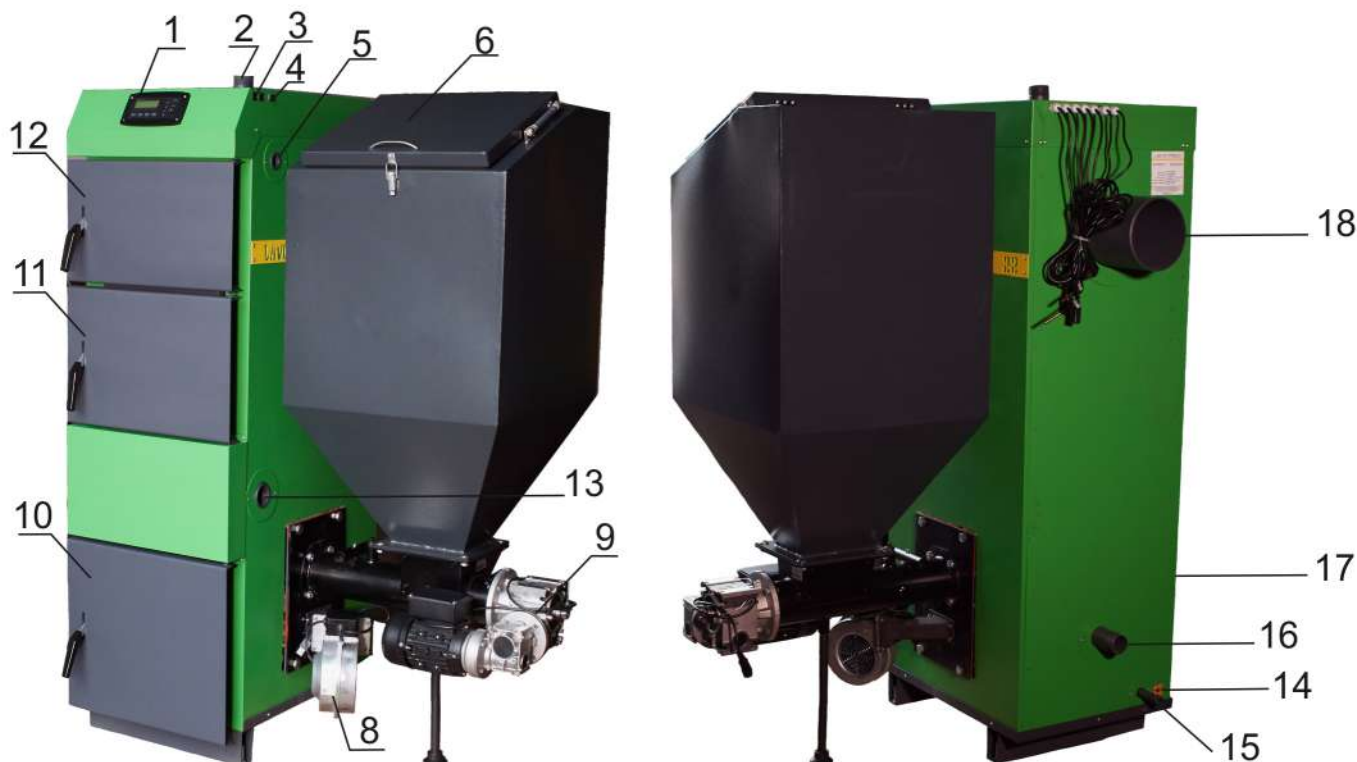

Рисунок 1 – Состав и устройство Котлов моделей LR16-150
10. Котел (рис.1) представляет собой стальной сварной теплоизолированный каркас, обшитый снаружи съемной декоративной облицовкой, и устанавливаемый на собственных опорах. Внутреннее пространство имеет сложную конфигурацию, включает в своем составе в том числе трубчатый теплообменник, предназначенный для циркулирования теплоносителя, листовые детали, образующие вместе со стенками каркаса камеру сжигания, воздухоподводящие каналы, систему дымоудаления из Котла (18). Внутри каркаса в нижней части расположены устройства: колосниковая решетка для размещения топлива (при работе на резервном топливе) и зольный ящик для сбора и удаления золы. Снаружи Котел имеет дверцы и окошки для обслуживания Котла (10,11,12), патрубки для подсоединения к трубопроводам водяного контура системы отопления (2, 16), патрубок для опорожнения теплообменника (15), штуцера для установки термодатчика и тягорегулятора (5). В нижней части котла справа или слева (по запросу сторона установки Горелки оговаривается) смонтирована Горелка (9) выбранной мощности, которая соединяется с